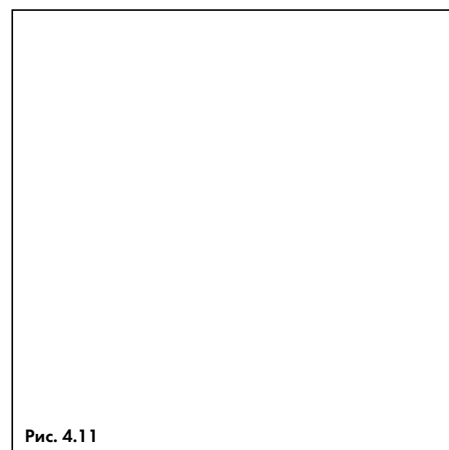

Рис. 4.11
Поставить на место половину кольца (2, рис. 4.11). Надвинуть зажимной хомут (3, рис. 4.11; Ø 95 мм, ширина 25 мм) так, чтобы он находился над местом стыка отвода и половинками кольца. Вернуть на место винты и прокладку и слегка затянуть винты. Зажимной хомут (6, рис. 4.11; Ø 95 мм, ширина 55 мм) надвинуть на стык между отводом и горизонтальной трубой воздухопровода. Стопорные винты на обоих хомутах затянуть окончательно.
Просверлить в соответствующих местах в трубе воздухопровода два отверстия диаметром 3 мм сквозь отверстия (5, рис. 4.11) в хомутах (2) и (6). При этом проследить за тем, чтобы не просверлить находящуюся внутри трубу дымохода. Закрепить хомуты с помощью стальных винтов на трубах воздухопровода.